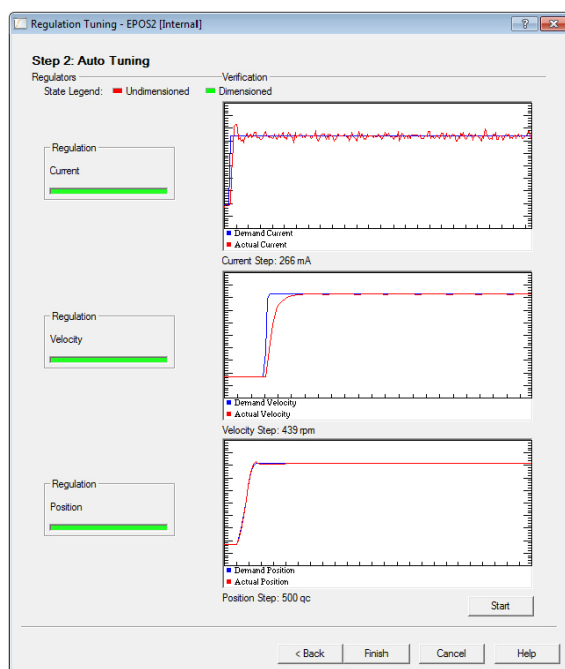

図 3-34 オート・チューニングの終了
- 電流 (current), 回転数 (velocity), 位置制御 (position) の各ゲイン調整が順番に実行されます。正しい制御ゲインが見つかり、3つ全てのステータス・バー緑色に変わりオート・チューニングは終了します。(→ 図 3-34)